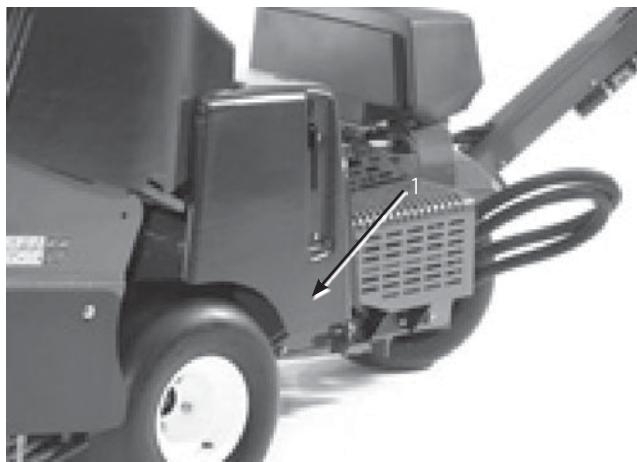

図56
1. ラッチを外し、ベルト・カバーを取り外す (図56)。
1. ラッチを取り外し、ベルト・カバーを取り外す（図56）。